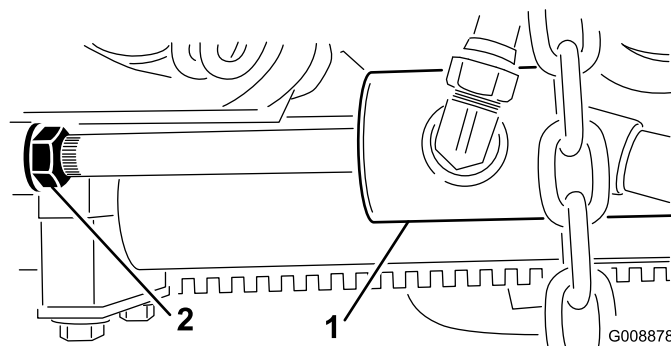

Figure 8
- B. Desserrez l'écrou de blocage sur le vérin (Figure 8).